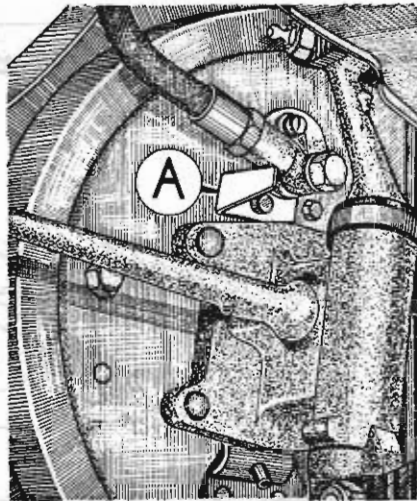

Figure 58
6.056.263 pour le côté G (figure 58).